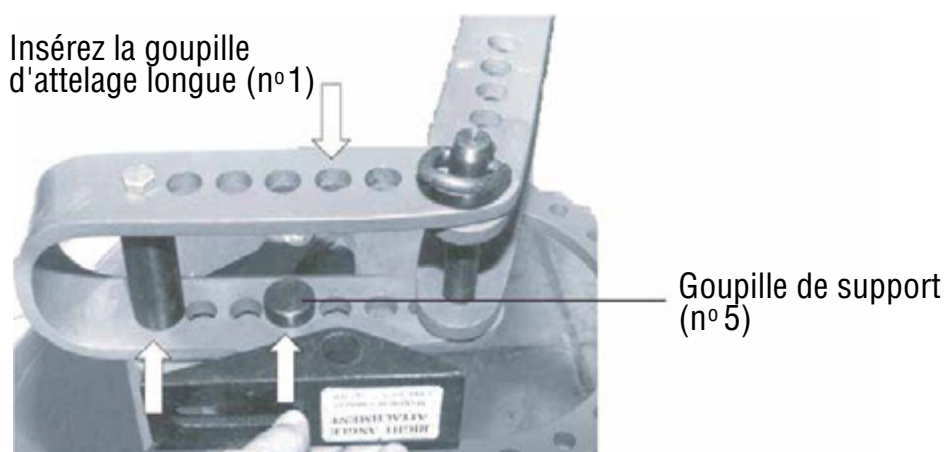

Figure 6 - Accessoire de cintrage à angle droit
Étape 1 Installez la goupille de support (n° 5) sous l'accessoire de cintrage à angle droit (n° 7). Cela aura pour effet de le soulever afin qu'il repose au-dessus de l'ensemble de bague/récepteur de matrice. Voir la **Figure 6**.
Étape 2 Insérez la goupille de support (n° 5) dans le troisième orifice de l'ensemble de bague/récepteur de matrice (n° 10). Alignez l'orifice sur le dessus de l'accessoire de cintrage à angle droit (n° 7) avec l'orifice dans l'ensemble de bague/récepteur de matrice (n° 10). Voir la **Figure 6**. Insérez la goupille d'attelage longue (n° 1) dans le deuxième orifice de l'ensemble de bague/récepteur de matrice (n° 10) afin de fixer l'accessoire de cintrage à angle droit (n° 7) en place.